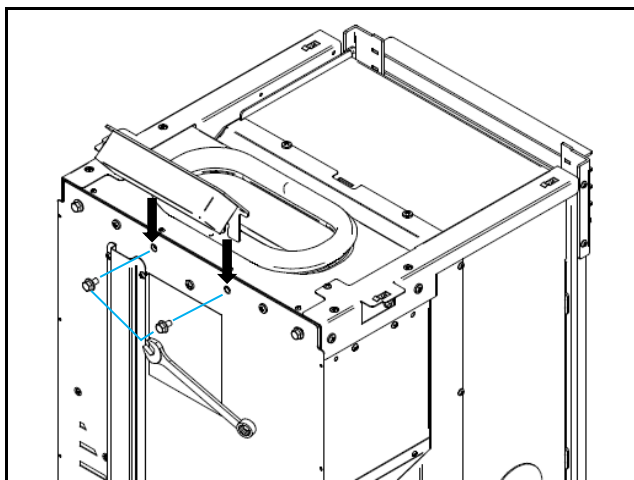

Figura 19 - Colocación del display
a) Colocar el display que se encuentra dentro del tanque de *pellets* en la parte posterior de la máquina como se muestra en la Figura 19. Para llevar a cabo esta tarea es necesario aflojar ligeramente los tornillos situados en la parte posterior. Al apretar el display puede ser necesario hacer un ajuste en altura.